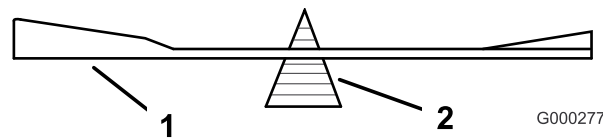

Figura 61
2. Verifique el equilibrio de la cuchilla colocándola sobre un equilibrador de cuchillas (Figura 61). Si la cuchilla se mantiene horizontal, está equilibrada y puede utilizarse. Si la cuchilla no está equilibrada,